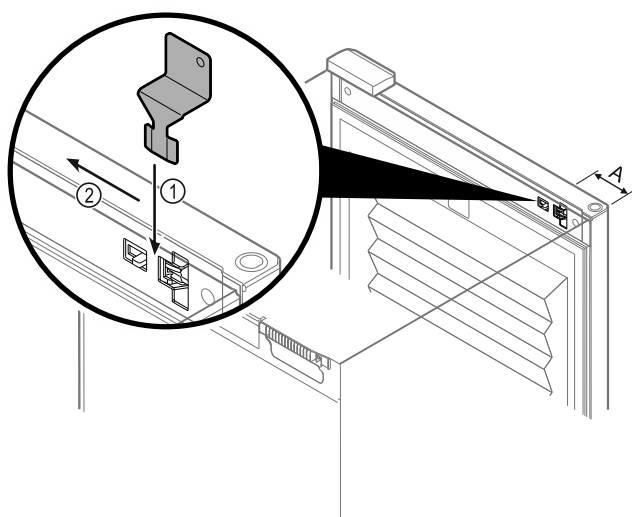

Fig. 164
- ▶ Poziționați cheia de deblocare de urgență în poziția specificată Fig. 164 (A) ≈ 100mm.
- ▶ Introduceți cheia de deblocare de urgență între ușă și corpul aparatului, de sus până la opritor Fig. 164 (1).
- ▶ Trageți cheia de deblocare de urgență în direcția părții cu balamale Fig. 164 (2).